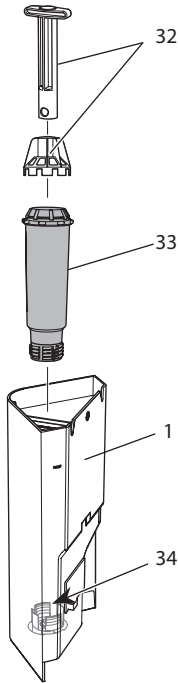

Abb. 18: Wasserfilter ein- oder ausschrauben
7. Setzen Sie einen neuen Filter in den Wassertank ein (siehe Abb. 18).
2. Entfernen Sie den Wasserfilter (siehe Abb. 18).